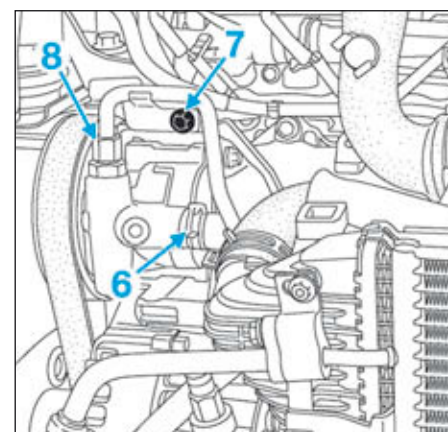

FIG.6
- Ecarter le collier (6) (Fig.6) de la durite d'entrée de la pompe de direction assistée.
- Déposer la vis (7) du tuyau de direction assistée.
- Desserrer l'écrou (8) du tuyau de direction assistée.